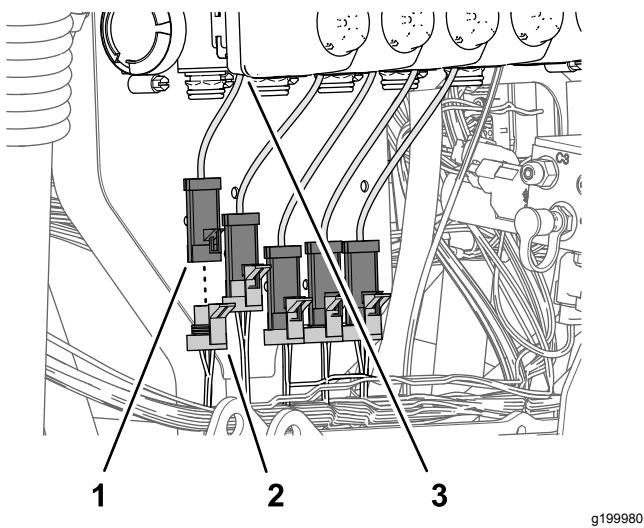

Figure 116
2. Branchez le connecteur à 3 douilles (Figure 116) de la branche de 89 cm du faisceau du kit étiquetée NOZZLE VALVE 1 au connecteur
3. Branchez le connecteur à 3 douilles (Figure 116) de la branche de 89 cm du faisceau du kit étiquetée NOZZLE VALVE 2 au connecteur à 3 broches de l'actionneur de vanne (position 2).
4. Branchez le connecteur à 3 douilles restant de la branche de 89 cm du faisceau du kit au connecteur à 3 broches des actionneurs de vanne (Figure 116).